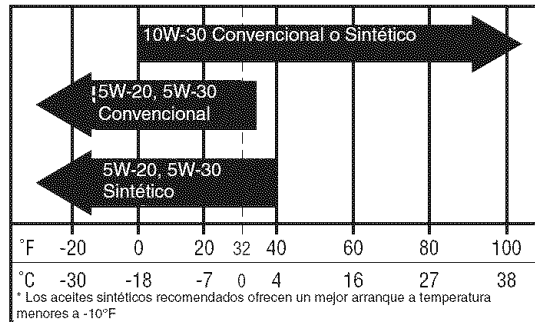
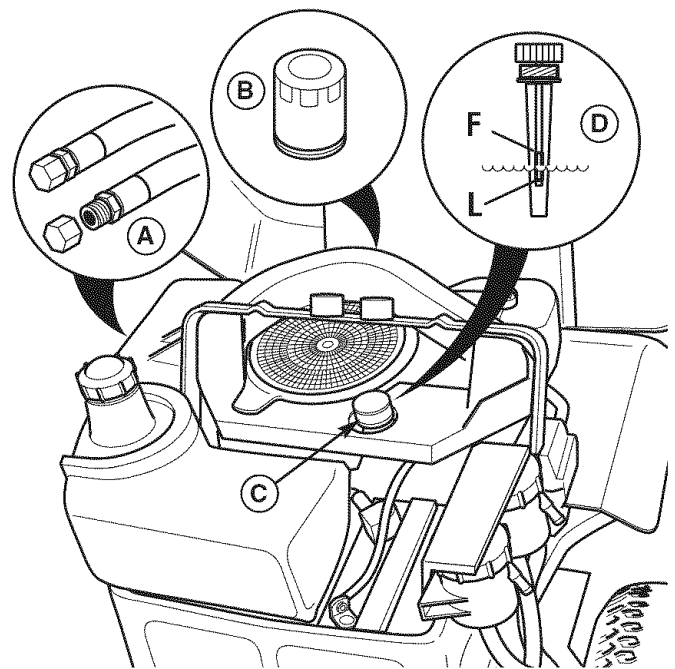

Figura 24. Aceite de Motor Recomendado
Figura 25. Cambio de Aceite
2. Limpie el área alrededor de la varilla de nivel de aceite (C, Figura 25).
3. Quite la varilla de nivel de aceite (C) y límpiela con una toalla de papel.
4. Inserte de nuevo la varilla de nivel de aceite en el motor, pero no enrosque de nuevo el tapón en el tubo (D).
5. Quite la varilla de nivel de aceite y estudie el nivel del aceite. El nivel del aceite debe estar entre las marcas "F" y "L" (D). Si no, agregue aceite conforme a la tabla de recomendaciones de aceite (Figura 24).
1. Limpie el área alrededor de la varilla de nivel de aceite (C, Figura 25) y del tubo de drenaje de aceite (A).
2. Quite el tapón de drenaje de aceite (A) del extremo del tubo de drenaje de aceite. Quite la varilla de nivel de aceite (C). Conceda un buen tiempo para que termine de drenar.
3. Reinstale el tapón de drenaje de aceite (A).
1. Limpie el área alrededor de la varilla de nivel de aceite (C, Figura 25) y el drenaje del aceite (A).
2. Quite el tapón del drenaje del aceite (A) y la varilla de nivel de aceite (C). Conceda un buen tiempo para que termine de drenar.
3. Quite el filtro del aceite (B). Tire el filtro a la basura.